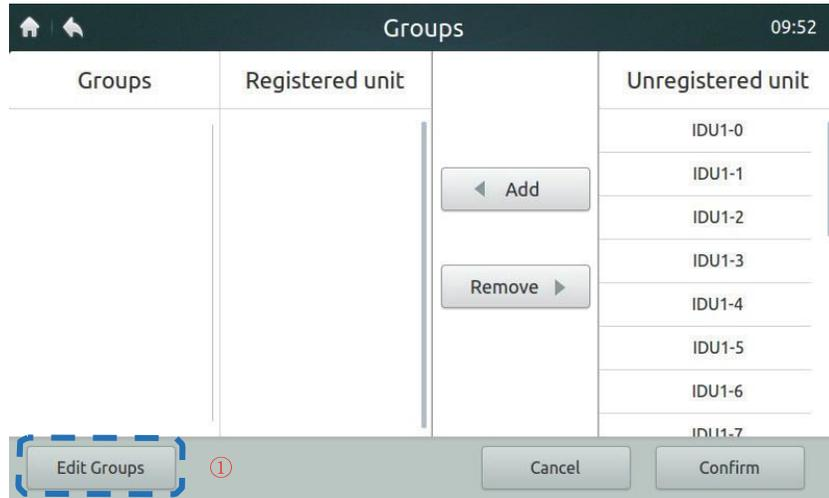

Figura 38. Página de Inicio 1 de la página de Vista de Grupo
1. Pulsar el botón **"GROUPS"** marcado **"2"** en la **Figura 35** para acceder a la página de Vista de Grupo en la **Figura 38**. Esta **Figura 38** muestra la interfaz en donde no se se pueden crear grupos.
2. Primero, proceder a crear un grupo. Pulsar el botón **"EDIT GROUPS"** marcado **"1"** en la **Figura 38** para acceder a la interfaz mostrada en la **Figura 39**.
3. Los Grupos pueden clasificarse en dos niveles (e.g.: Nivel 1 – Área; Nivel 2 – Grupo). En el Nivel 1 se pueden crear hasta 10 grupos. En el Nivel 2 se pueden crear hasta 5 grupos. Pulsar el botón **"ADD"** mostrado en la **Figura 38**. para agregar el grupo de primer nivel de manera predeterminada. Oprimir para seleccionar el Area de primer nivel. Pulsar el botón **"ADD"** para agregar el grupo de segundo nivel. Para borrar algún grupo, seleccione dicho grupo y oprima **"DELETE"**.